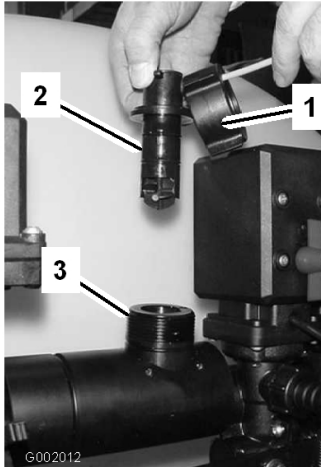

Figura 73
2. Togliete il coperchio dal corpo del flussometro (Figura 73).